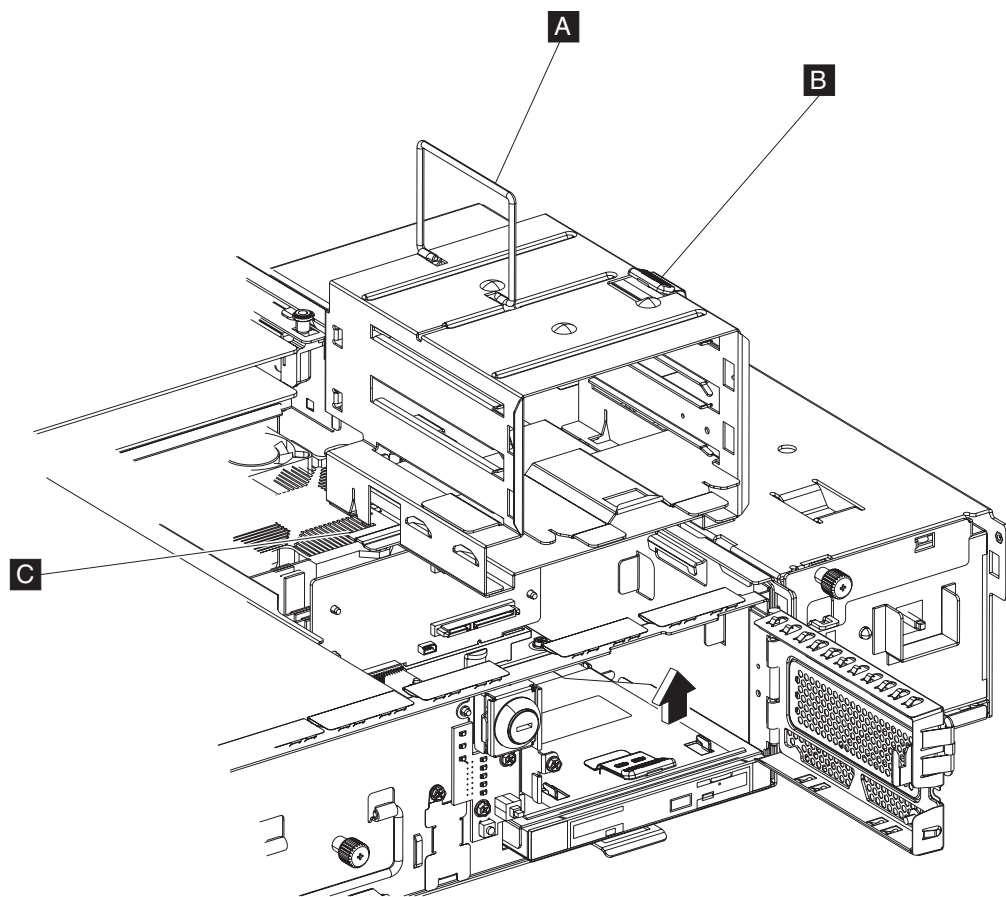

图 34. 卸下 DASD 机盒
3. 抓住 DASD 机盒的把手（第 43 页的图 34 中的 **A**），用大拇指往下推机盒锁定卡口（**B**），然后向上拉。